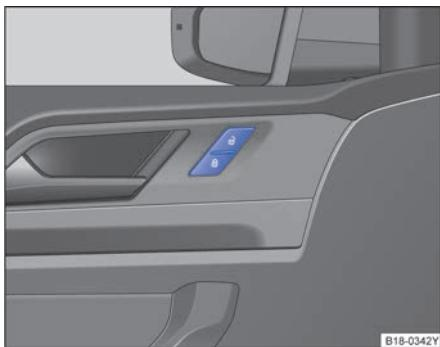

图 45 驾驶员侧车门内：中央门锁按钮。
行驶车速超过 15km/h 时汽车自动闭锁→ 第 28 页。闭锁汽车后中央门锁按钮里的指示灯 以黄色点亮→ 图 45。
如短时间内反复按压汽车钥匙上的按钮→ 图 41 或中央门锁某个按钮→ 图 45，则中央门锁系统将暂时关闭，防止系统过载。然后汽车处于解锁状态约 30 秒钟。在此期间，若未打开车门或行李厢盖，随后汽车将自动闭锁。
按压按钮→图 45：
- 按压 按钮→图 45。